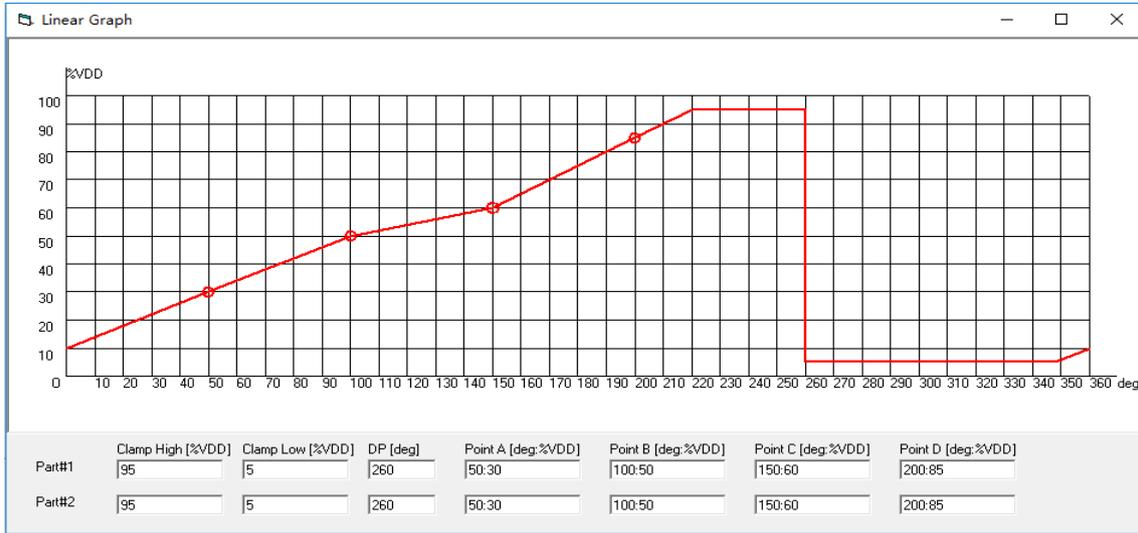

图5.1.5 Linear Graph 界面
- Linear Graph 按钮为当前界面配置及其对应的输出理论值曲线，图 5.1.5